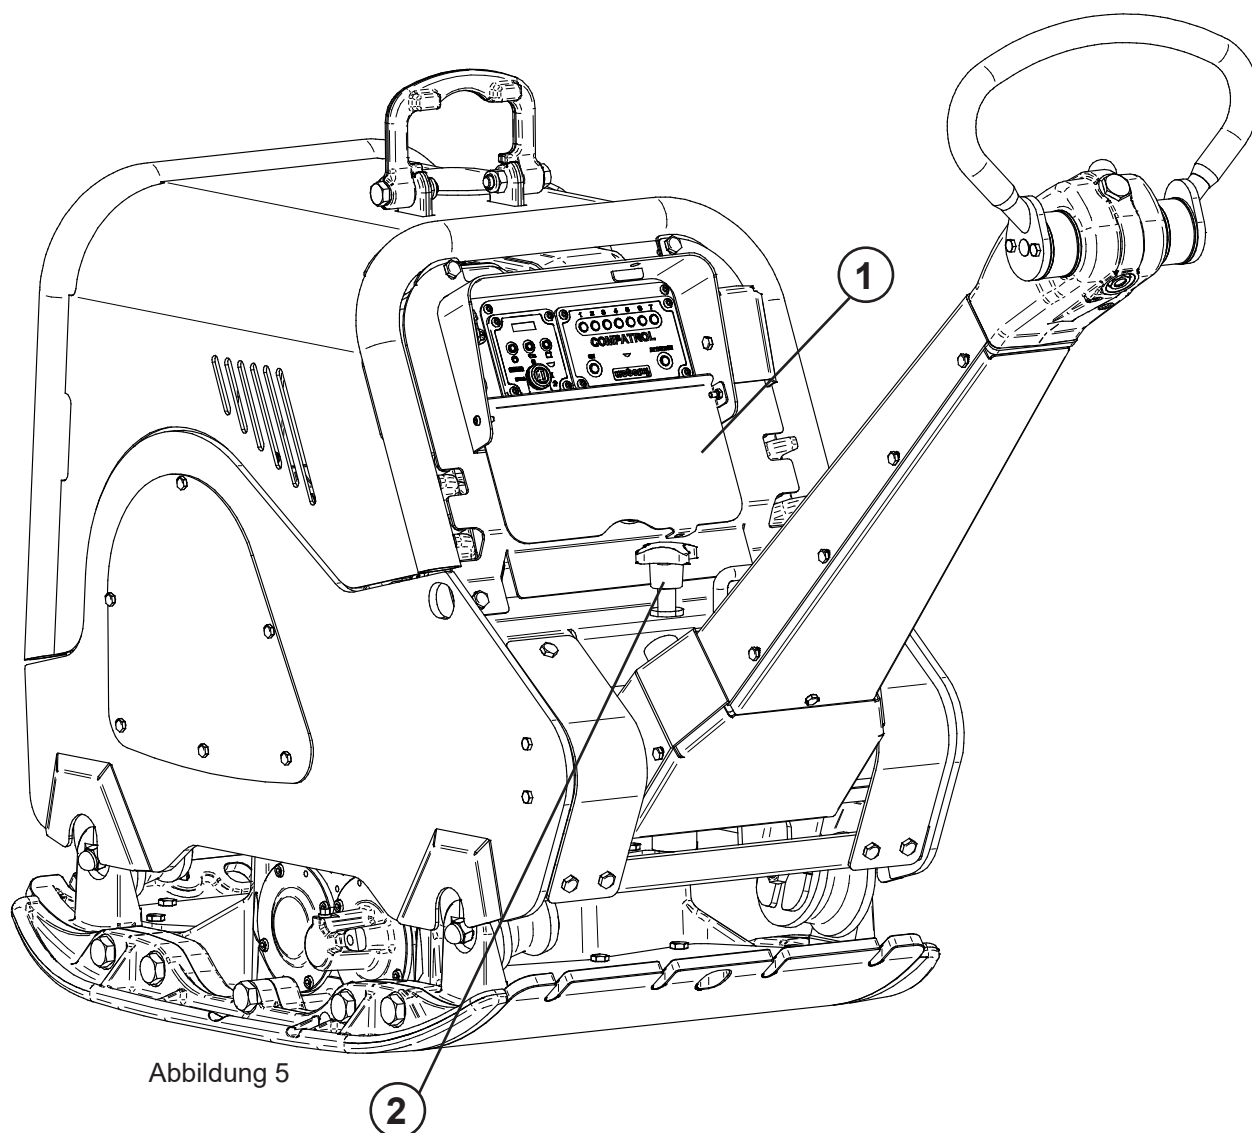

Abbildung 5
- ▶ Die gewünschte Arbeitshöhe der Handführungsstange an der Einstellschraube (Position 2, Abbildung 5) einstellen.
- ▶ Die Vandalismusklappe (Position 1, Abbildung 5) öffnen